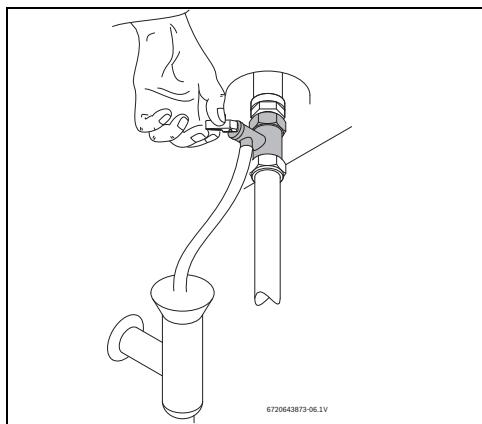

Рис. 12 Открытие предохранительного клапана вручную
- Откройте предохранительный клапан (рис. 12).
- Минимум один раз в месяц открывайте предохранительный клапан (→ рис. 12).